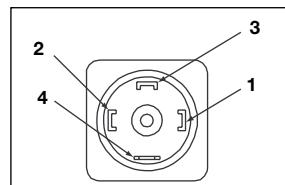

Abbildung 2
- Die Anschlussader für den Druckschalter sind an jedem DIN-Stecker nummeriert. Der korrekte Anschluss ist aus Abb. 2 zu ersehen.